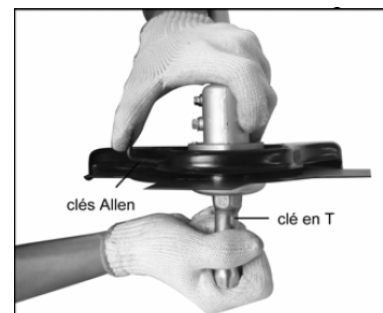

Fig. 1-4
- Insérez la cale B, le capot, la rondelle et la rondelle à ressort, puis serrez l'écrou (fig. 1-4).